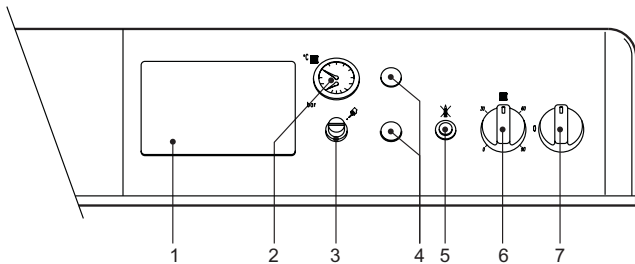

рис. 1 - Панель управления
Повернув ручку 6 на рис. 1 по часовой стрелке, температура воды в системе отопления повышается и наоборот. Температуру воды в системе отопления можно регулировать в пределах от 30° до 90°. Однако не рекомендуется эксплуатировать котел при температуре ниже 45°.
Задать с помощью термостата температуры воздуха в помещении нужную температуру внутри помещения. При поступлении команды от комнатного термостата котел выключается, обеспечивая нагревание воды в системе отопления до температуры, заданной регулирующим термостатом 6 di рис. 1. При достижении в помещении желаемой температуры котел выключается.
- Переведите выключатель котла "7" в положение 1 (рис. 1).